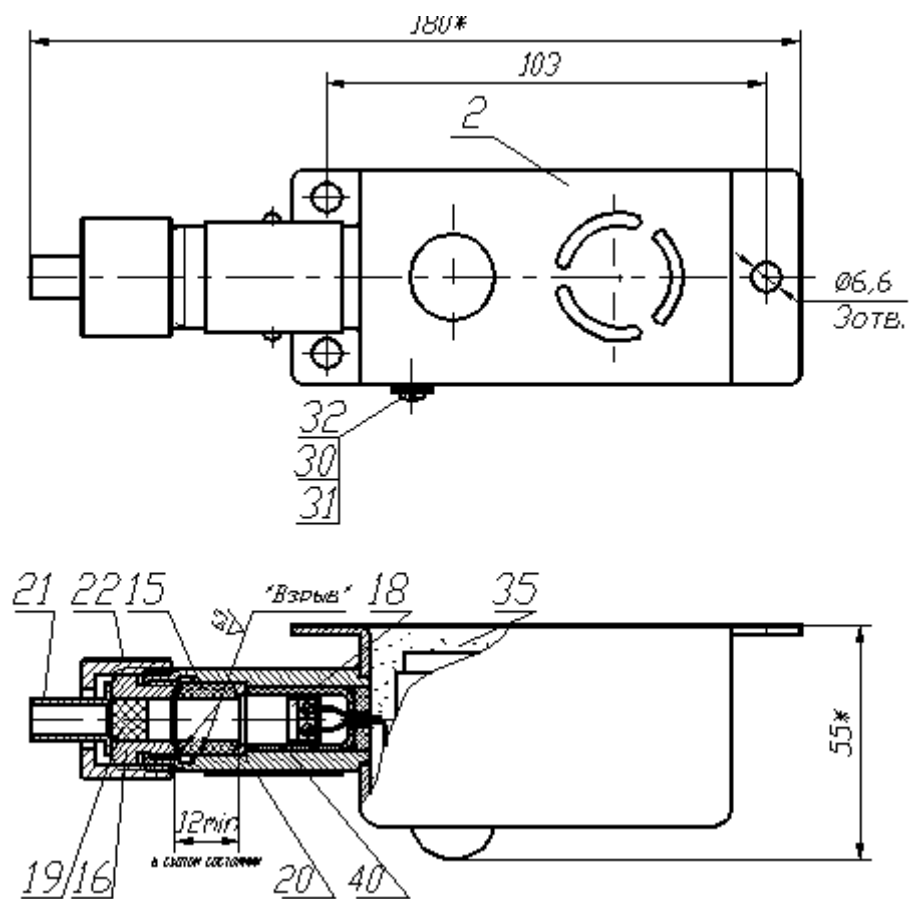

Рис.1 Сирена. Внешний вид. Установочные размеры.
3.1. Сирены (рис. 1) выполнены в алюминиевом кожухе 2, в котором размещен пьезоизлучатель, генератор, сетевой понижающий трансформатор (в сирене «BC-3-220В»), залитые эпоксидным компаундом. На лицевой стороне расположен светодиод красного цвета яркого свечения и отверстие пьезоизлучателя. В нижней части кожуха находится кабельный ввод, в котором размещены винтовые клеммные зажимы для соединения питающего кабеля, и винт наружного заземления 32. В сирене «BC-3-12В» провода от клеммных зажимов имеют цвета, соответствующие полюсам питающего напряжения: красный - «+», черный - «-». Кожух сирен имеет лакокрасочное покрытие.
- на поверхностях, обозначенных «ВЗРЫВ» (рис. 1), не допускается наличие заусенцев, загрязнений, следов коррозии.